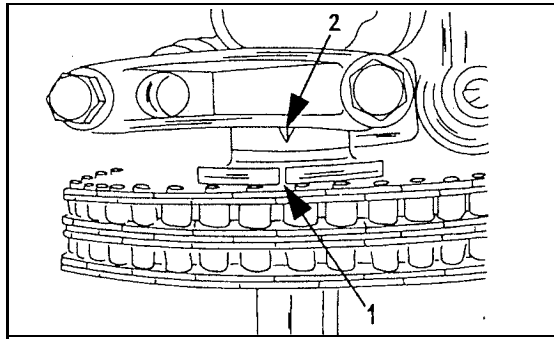

Bild 99
- Die Kennzeichnung der Nockenwelle kontrollieren, um zu gewährleisten, dass sie in der richtigen Stellung steht, wenn der Kolben des ersten Zylinders auf OT steht. In die Nockenwelle ist eine Kerbe eingearbeitet, welche bei richtiger Stellung mit einem in den Lagerdeckel eingegossenen Richtzeichen fluchten muss. Die Ausfluchtung kann gesehen werden, indem man auf die Oberseite schaut, wie es aus Bild 99 ersichtlich ist.
Rille an der Stirnseite des Zylinderkopfes eingreift. Die Nockenwelle ist am Flansch mit eine Linie gezeichnet (quer zum Flansch), welche die Totpunktstellung für den ersten Zylinder angibt (siehe Bild 99). Neben dieser Linie befindet sich eine Zahl und nur eine Welle mit der gleichen Zahl darf eingebaut werden. Nur anhand der Ersatzteillisten wird man in der Lage sein, die richtige Nockenwelle zu bestimmen.